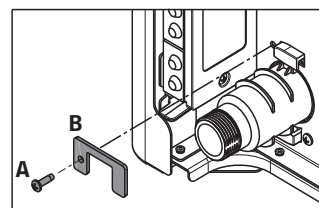

fig. 4
- Svitare la vite (A) e rimuovere la piastrina (B) come indicato in fig. 4.